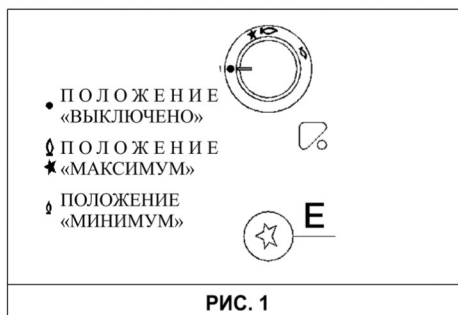

РИС. 1
Нажмите и поверните ручку, которая соответствует требуемой конфорке, против часовой стрелки в максимальное положение (большое пламя Рис. 1), затем поднесите горящую спичку к конфорке.
Нажмите и поверните ручку, которая соответствует требуемой конфорке, против часовой стрелки в максимальное положение (большое пламя Рис. 1), затем нажмите и отпустите кнопку электрического зажигания.
Нажмите и поверните ручку, которая соответствует требуемой конфорке, против часовой стрелки в максимальное положение (большое пламя Рис. 1), затем нажмите данную ручку до упора.
Ручку конфорки, оснащенной системой газ-контроль, следует поворачивать против часовой стрелки в максимальное положение (большое пламя Рис. 1) до тех пор, пока не почувствуете, что она зафиксировалась, а затем нажмите данную ручку и произведите зажигание, как описано выше.
- После закипания установите ручку в положении Минимум (маленькое пламя см. рис. 1).
- *Зажигание конфорок, оснащенных системой газ-контроль, может осуществляться только при установлении ручки в положение Максимум (большое пламя рис.1).*